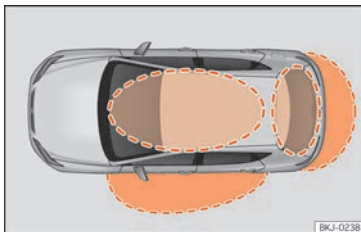
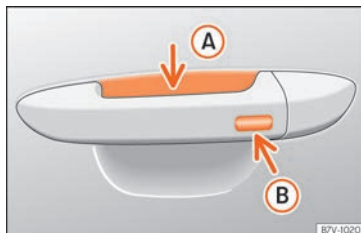

Fig. 83 Keyless Access: zonas de proximidad.
Fig. 84 Manilla de la puerta: superficies sensoras
» **fig. 84**
Keyless Access es un sistema de cierre y arranque sin llave con el que se puede desbloquear y bloquear el vehículo sin utilizar activamente la llave del mismo. Para ello solo es necesario que haya una llave del vehículo válida en la zona de detección correspondiente al intento de acceso al vehículo » **fig. 83** y tocar una de las superficies sensoras de las manecillas de las puertas » **fig. 84** » **1**.
Si se encuentra una llave válida en una de las zonas próximas » **fig. 83**, el sistema de cierre y arranque sin llave Keyless Access le otorga a dicha llave derechos de acceso en cuanto se toca una de las superficies sensoras de las manecillas de las puertas delanteras.
- Empuñe la manecilla de la puerta del conductor. Al hacerlo se toca la superficie sensora »» **fig. 84 A** (flecha) de la manecilla y se desbloquea el vehículo.
- Toque *una* vez la superficie sensora de bloqueo »» **fig. 84 B** (flecha) de la manecilla de la puerta del conductor. La puerta cuya manecilla se acciona deberá estar cerrada.
- Toque *una* vez la superficie sensora »» **fig. 84 B** (flecha) de la manecilla de la puerta del conductor. El vehículo se bloquea con el sistema de seguridad "Safe"
- Toque *dos* veces la superficie sensora »» **fig. 84 B** (flecha) de la manecilla de la puerta del conductor para bloquear el vehículo sin activar el sistema de seguridad "Safe" »» **pág. 110.**
Cuando el vehículo está bloqueado, el portón trasero se desbloquea automáticamente al abrirlo si en su zona próxima »» **fig. 83** se encuentra una llave del vehículo válida.
- Pulse el botón de cierre  del mando a distancia y toque una vez, dentro de los 5 segundos siguientes, la superficie sensora de bloqueo de la manecilla de la puerta del conductor »» **fig. 84** . No agarre la manecilla de la puerta, de lo contrario el vehículo no se bloqueará. También es posible llevar a cabo la desactivación si se bloquea el vehículo a través de la cerradura de la puerta del conductor.
Para **cerrar con la función de confort** todas las ventanillas eléctricas, mantenga un dedo durante unos segundos sobre la superficie sensora de bloqueo »» **fig. 84**  (flecha) de la manecilla de la puerta hasta que se hayan cerrado las ventanillas.
Las superficies sensoras de las manecillas de las puertas podrían activarse al recibir un chorro de agua o de vapor a gran presión en el caso de que hubiera alguna llave del vehículo válida en la zona próxima. Si al menos una de las ventanillas con elevavinas eléctrico está abierta y se activa la superficie sensora »» **fig. 84**  (flecha) de una de las manecillas de forma permanente, se cerrarán todas las ventanillas.